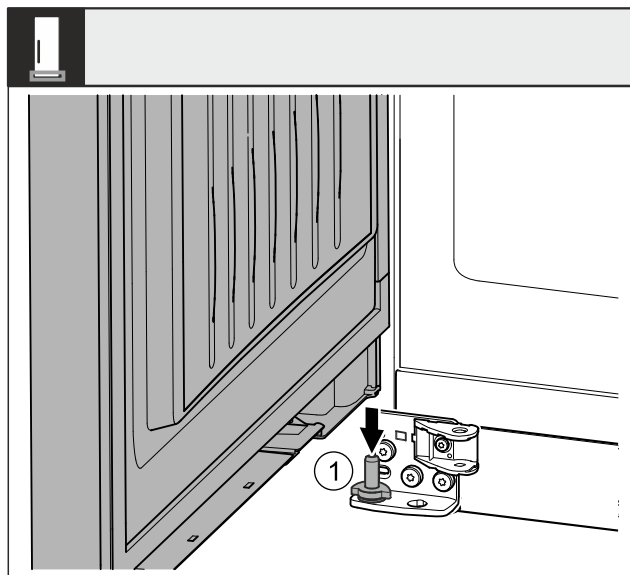

Fig. 42 *
- ▶ Встановіть дверцята зверху на нижній опорний гвинт Fig. 42 (1)*.